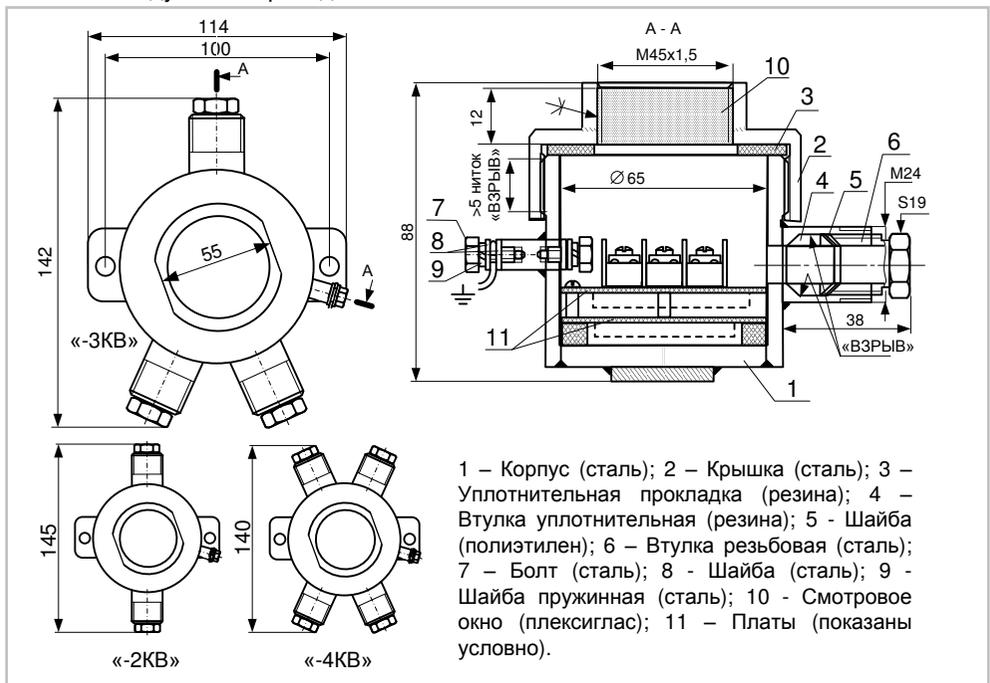
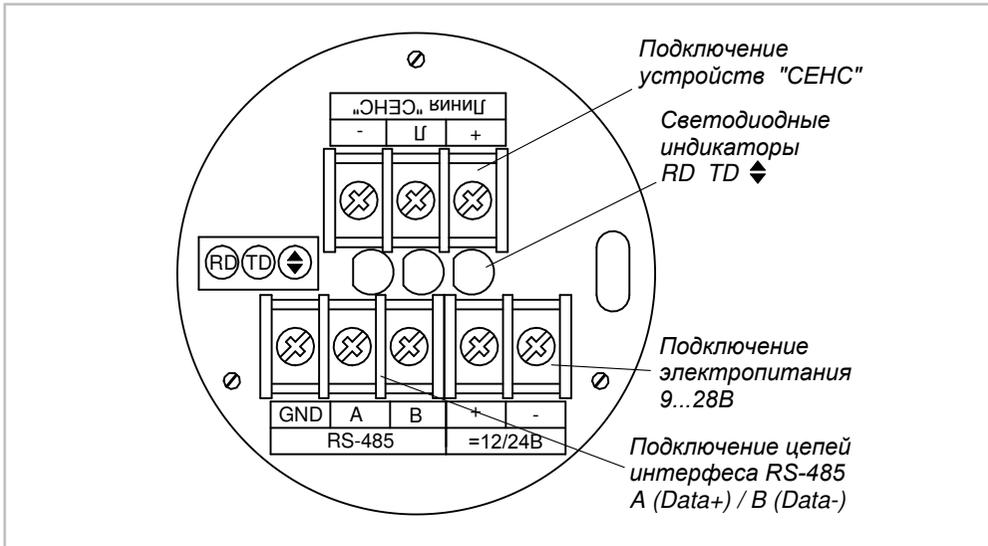

Рисунок 1. Внешний вид. Размеры. Чертеж средств взрывозащиты
Рис. 2. Внешний вид платы адаптера. Назначение контактов и индикаторов.
5.1.1 Адаптер (рис. 1) состоит из стального корпуса с кабельными вводами (число кабельных вводов – 2, 3, 4 – определяется вариантом исполнения), в котором размещены две печатные платы с элементами схемы, закрываемым навинчивающейся крышкой со смотровым окном. Герметичность корпуса обеспечивается резиновыми уплотнениями. На верхней плате расположена собственно схема адаптера ЛИН-RS485 Modbus, винтовые клеммные зажимы и светодиодные индикаторы (см. рис. 2). На нижней плате располагается DC-DC преобразователь напряжения, осуществляющий питание схемы и выдающий напряжение в линию питания-связи устройств СЕНС. Платы связаны между собой проводниками.
5.1.2 Назначение винтовых клеммных зажимов (рис.2).
Взрывозащищенность устройства (рис. 1) обеспечивается применением вида взрывозащиты "взрывонепроницаемая оболочка "d" по ГОСТ Р 51330.1-99 за счет заключения электрических цепей в оболочку, которая выдерживает давление взрыва и исключает передачу взрыва в окружающую среду. Взрывонепроницаемость и герметичность кабельного ввода достигается применением уплотнительной резиновой
Устройство поставляется с крышкой, имеющей **прозрачное смотровое окно** (рис. 1, поз.10) – обозначение «-СВ».
А) по **числу кабельных вводов** корпуса (см. рис. 1, справа). Обозначение: «-2КВ» «-3КВ» «-4КВ»;
7.3.2 Отвернуть крышку 2 (рис. 1). Вывернуть втулки 6 и вынуть резиновые стержни из кабельных вводов.